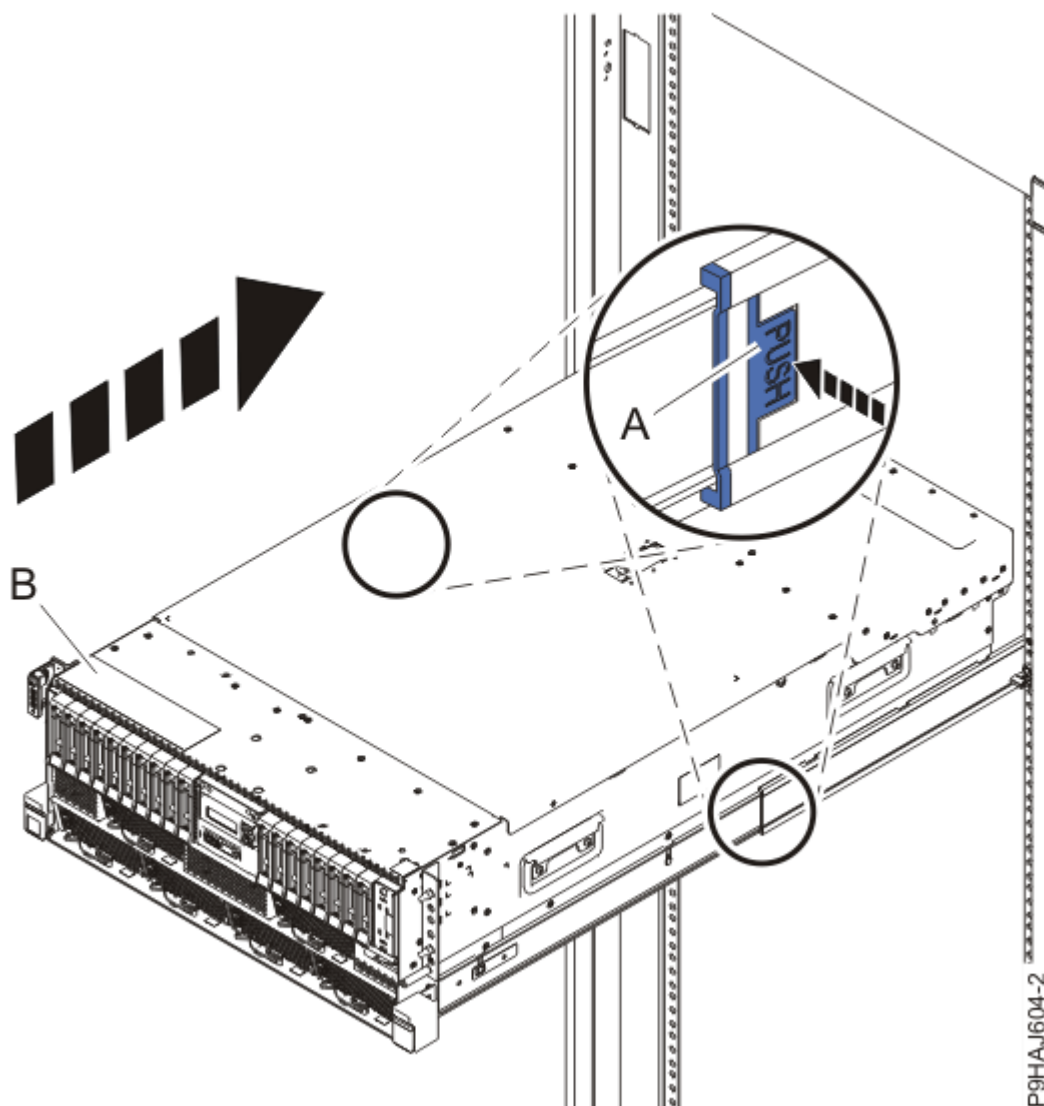

Figure 34. Mise en position de fonctionnement du système
3. Pour un système monté en armoire, déverrouillez les loquets de sécurité bleus (**A**) en les poussant vers l'intérieur, comme illustré dans la Figure 34, à la page 36.